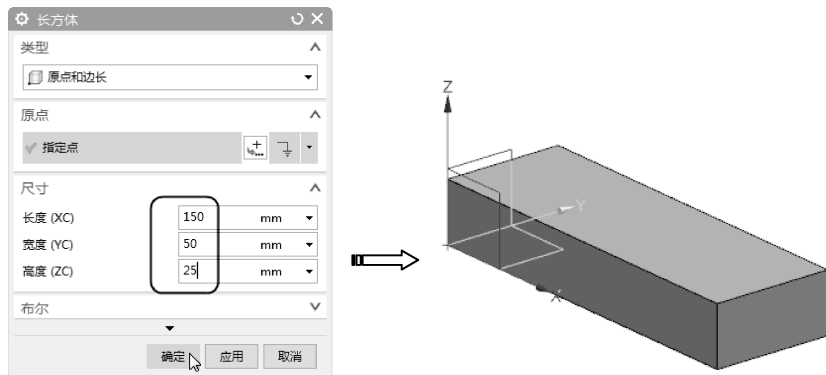

图 6-73 创建长方体
- 15 下面来验证特征库是否能引用。重新创建一个模型文件并命名为 lingjian。利用【长方体】工具，创建如图 6-73 所示的长方体。